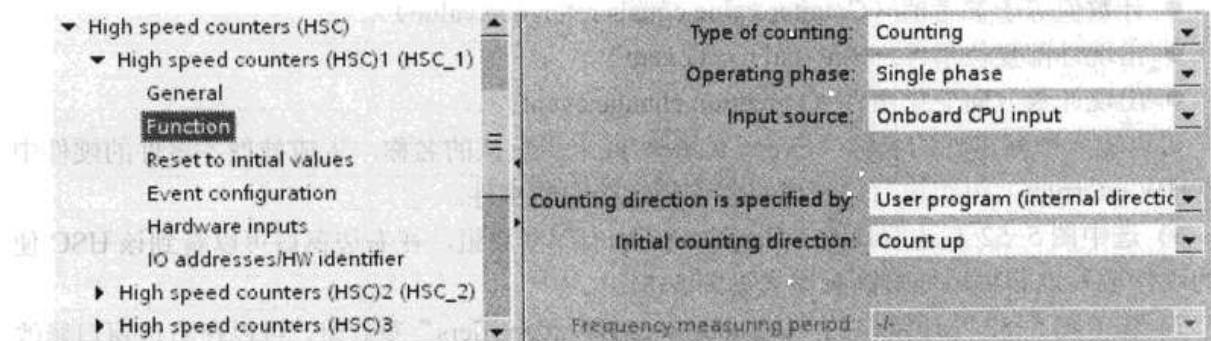
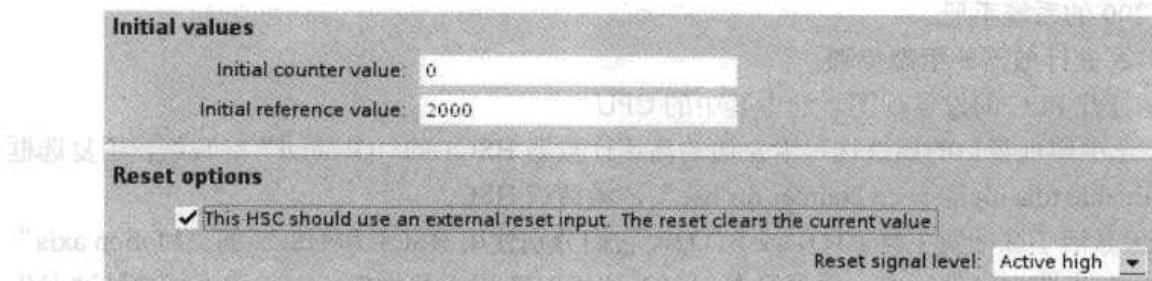

图 5-52 高速计数器的功能设置
图5-53 设置高速计数器的初始值与复位信号
- 3) 选中左边的“Function”（功能）参数组（见图 5-52），在右边的窗口可以设置下列参数：
4) 选中图5-52左边窗口的“Reset to initial values”(复位到初始值)参数组, 可以设置“Initial counter value”(HSC的计数初始值, 见图5-53)和“Initial reference value”(计数参考值的初始值)。还可以用复选框设置是否使用外部复位输入(external reset input), 用下拉式列表选择“Reset signal level”(复位信号电平)是“Active high”(高电平)或是“Active low”(低电平)。
5) 选中图5-52左边窗口的“Event configuration”(事件组态)参数组, 可以用右边窗口的复选框激活下列事件出现时是否触发中断(见图5-54)：
6) 选中图5-52左边窗口的“Hardware inputs”参数组, 在右边窗口可以看到该HSC使用的硬件输入点和可用的最高频率(见图5-55)。
7) 选中图5-52左边窗口的“I/O addresses/HW identifiers”参数组, 可以在右边窗口修改HSC的起始地址(见图5-56)。
组态时设置 HSC1 的工作方式为单相脉冲计数（见图 5-52），使用 CPU 集成的输入点 I0.0，通过用户程序改变计数的方向。设置 HSC 的初始状态为加计数，初始计数值为 0，初始计数参考值为 2000（见图 5-53）。出现计数值等于参考值的事件时，调用硬件中断组织块 OB200（见图 5-54）。HSC 默认的地址为 ID1000（见图 5-56），在运行时可以用该地址监视 HSC 的计数值。